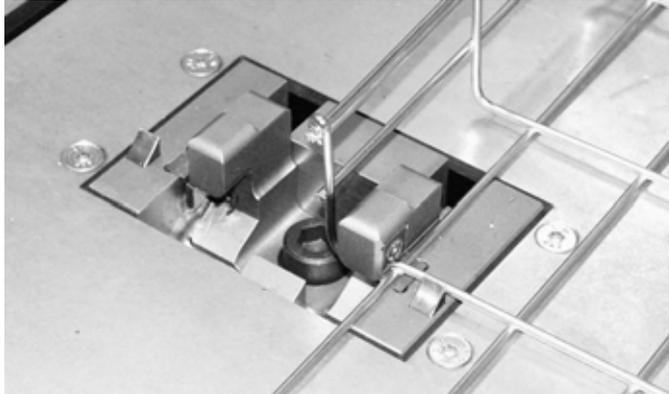

*Figura 4.31 – Taglio dei fili trasversali laterali rimasti isolati con taglio singolo*
5. tagliare, con taglio singolo, i fili trasversali laterali rimasti isolati (figura 4.31);